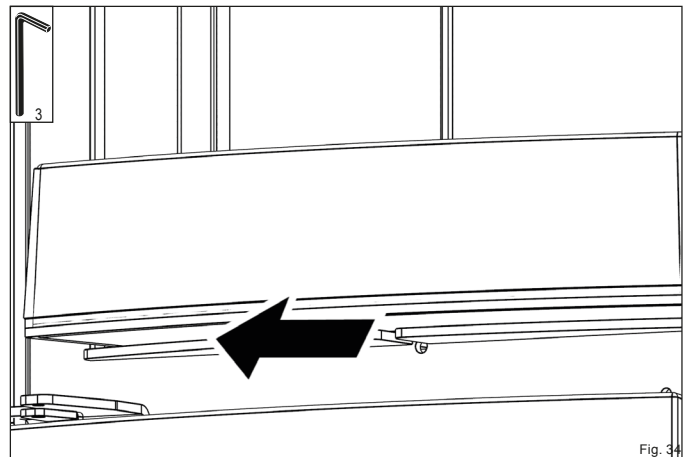

Fig. 34
- ▶ Desserrez la vis sans tête de maintien de la sole foyer (Fig. 34)